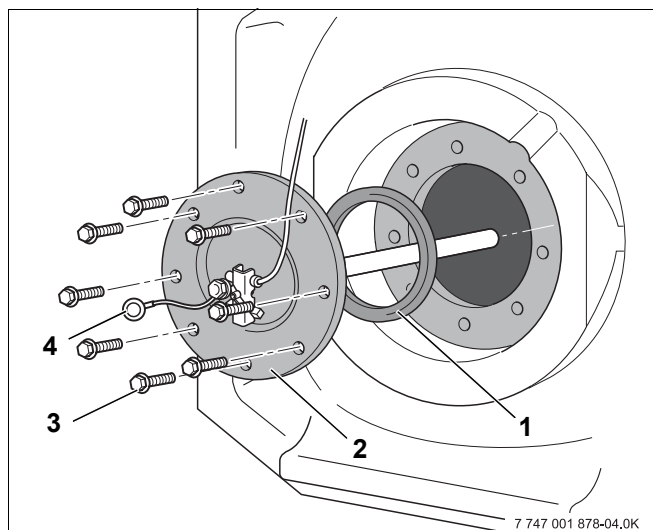

Рис. 16 Установка крышки смотрового люка
- Мы рекомендуем после чистки установить новое уплотнение крышки люка (рис. 16, **поз. 1**), чтобы избежать появления неплотностей в баке.
- Установить на прежнее место крышку верхнего смотрового люка (рис. 16, **поз. 2**) вместе с уплотнением (рис. 16, **поз. 1**).
- Установить ушко заземляющего провода (рис. 16, **поз. 4**), затянуть болт с зубчатой шайбой.
- При креплении ушка заземляющего провода (рис. 16, **поз. 4**) болтом на крышке смотрового люка необходимо обеспечить хорошую проводимость тока, чтобы не нарушить функцию магниевых анодов.
- Рукой закрутить болты (рис. 16, **поз. 3**) на крышке люка.
- В заключение затянуть винты с шестигранной головкой (рис. 16, **поз. 3**) динамометрическим гаечным ключом с усилием 25-30 Нм.